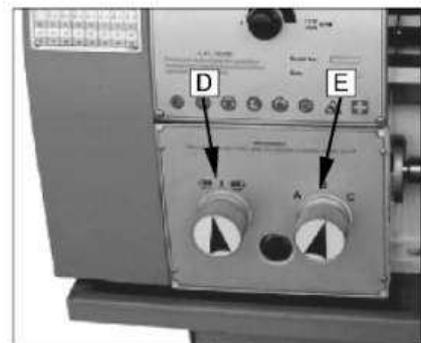

Fig. 12
4. Sélecteur de sens d'avance (D, Fig. 12)
5. Sélecteur de vitesse d'avance (E, Fig. 12)